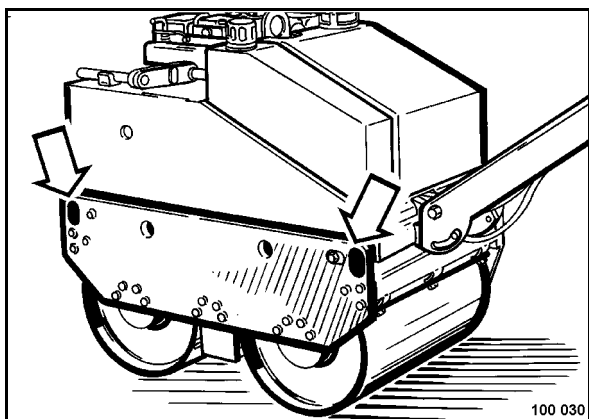

рис. 43
- Закрепить машину на транспортном средстве, при этом произвести крепление к проушинам (рис. 43).